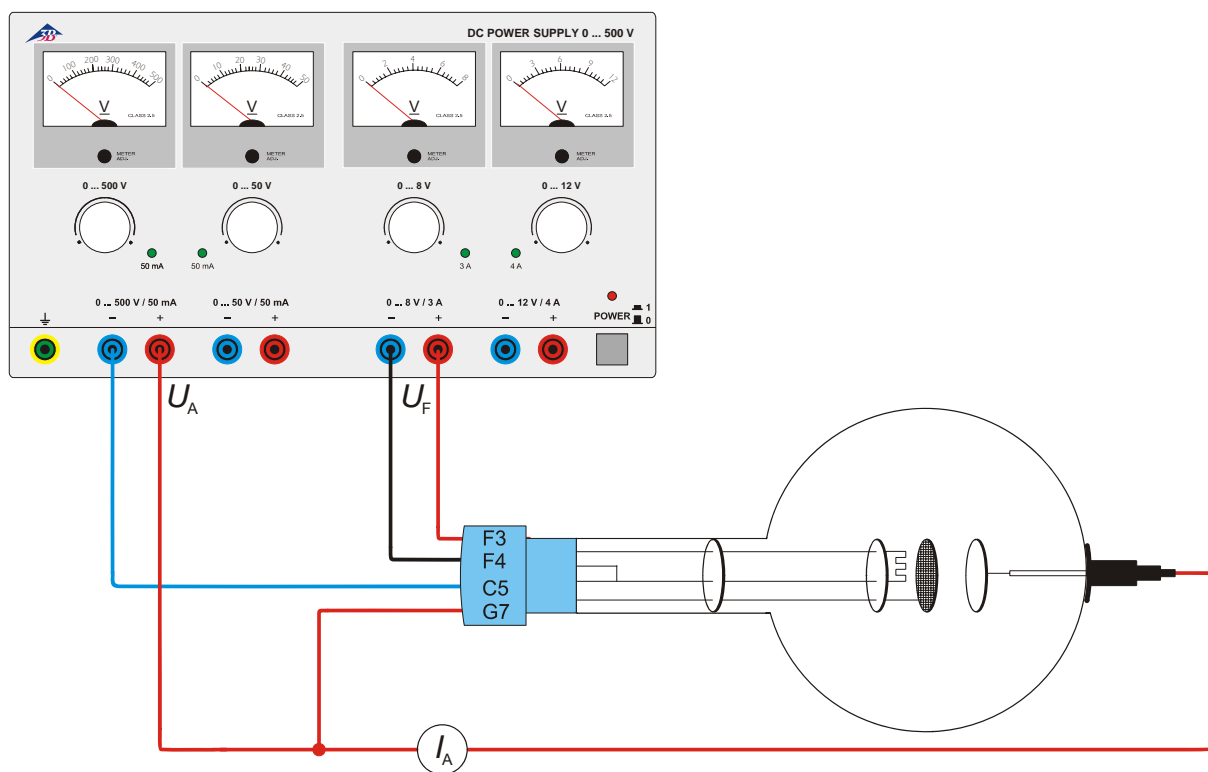

Fig. 2 Scarica dipendente
- Realizzare il collegamento come illustrato in Fig. 2.